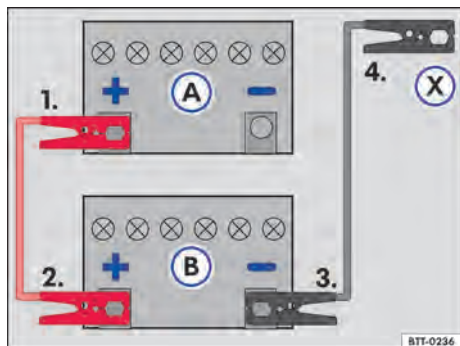

Fig. 149 Esquema para a conexão dos cabos auxiliares de partida: bateria do veículo descarregada (A) e bateria do veículo fornecedora de corrente (B).
Legenda para → Fig. 149:
Conectar o cabo auxiliar de partida somente na sequência 1 - 2 - 3 - 4 → Fig. 149.
- Conectar uma extremidade do cabo auxiliar de partida *vermelho* ao polo positivo (+) do veículo com a bateria do veículo descarregada → Fig. 149 (A) → .
- Conectar a outra extremidade do cabo auxiliar de partida *vermelho* ao polo positivo (+) do veículo fornecedor de corrente (B).
- Conectar uma extremidade do cabo auxiliar de partida *preto* ao polo negativo da bateria do veículo fornecedor de corrente (B).
- Conectar a outra extremidade do cabo auxiliar de partida *preto* (X) no veículo com a bateria descarregada no ponto de auxílio à partida (ponto de aterramento) ou em uma peça de metal parafusada firmemente no bloco do motor – porém não nas proximidades da bateria (A) → .